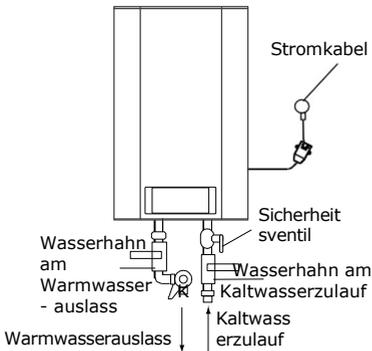

Bild 9
3. Das Sicherheitsventil muss am Wassereinfluss installiert werden (Abb.9)